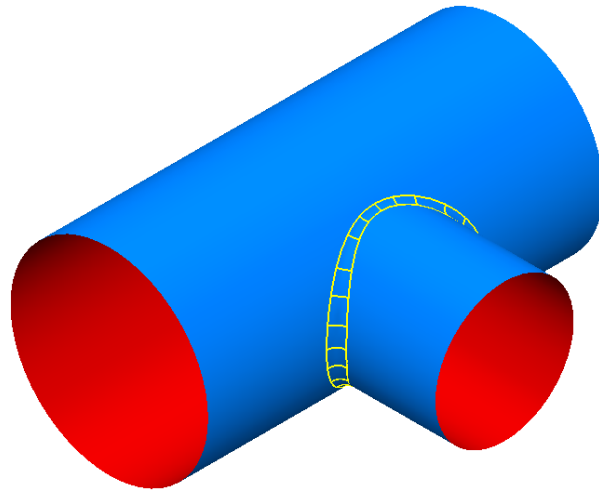

Figura 2.89 Superficie fillet en intersección.
- Seleccionar Vista sombreada  (Figura 2.89).